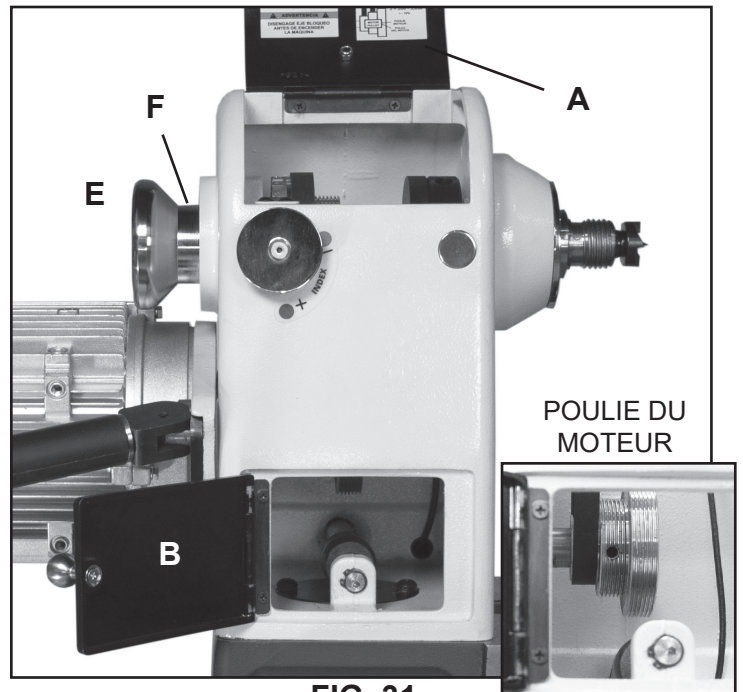

FIG. 31
2. Ouvrez les 2 portes pour accéder à la courroie et aux poulies à l'intérieur de la poupée fixe. Fig. 31, A & B.